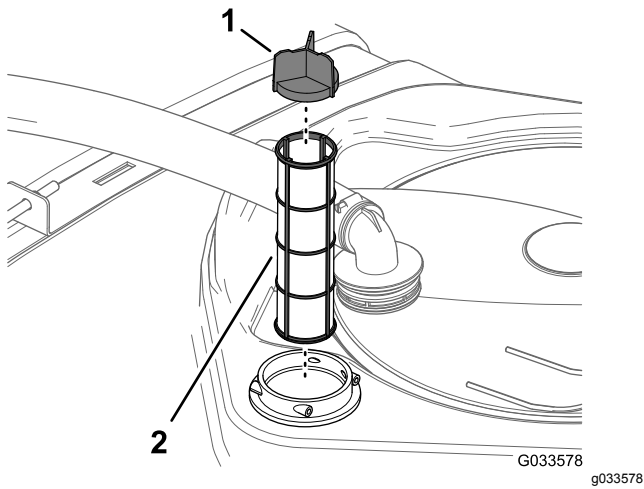

Figura 77
- Retire el filtro de aspiración del alojamiento del filtro del depósito (Figura 77).